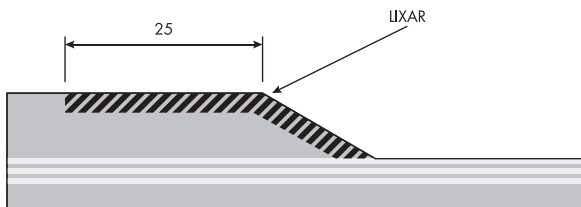

Figura 83: Lixamento de uma poligada sobre a cobertura
- Assim como na emenda, deve-se lixar uma faixa adjacente ao chanfro de 25mm de largura (figura 83).